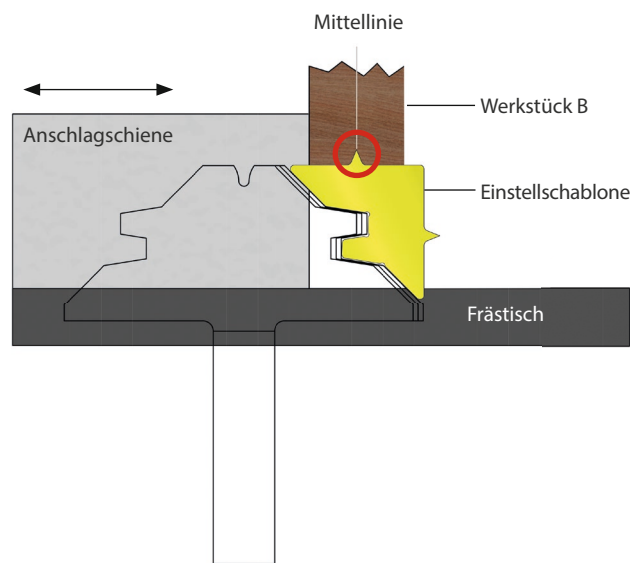

Abb. 5: Anschlagsschiene mittels Schablone einstellen
2. Justieren Sie die Anschlagsschiene in der Tiefe, bis die Nasenspitze der Einstellschablone exakt mit der Mittellinie auf dem **Werkstück B** übereinstimmt (Abb. 5).